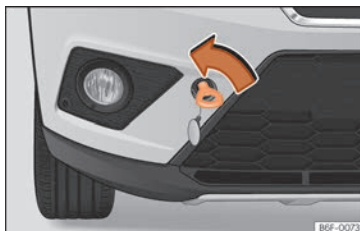

Abb. 98 Vorderer Stoßfänger rechts: Eingeschraubte Abschleppöse
- Schrauben Sie die Abschleppöse bis zum Anschlag nach links in Pfeilrichtung ein »» **Abb. 98.**